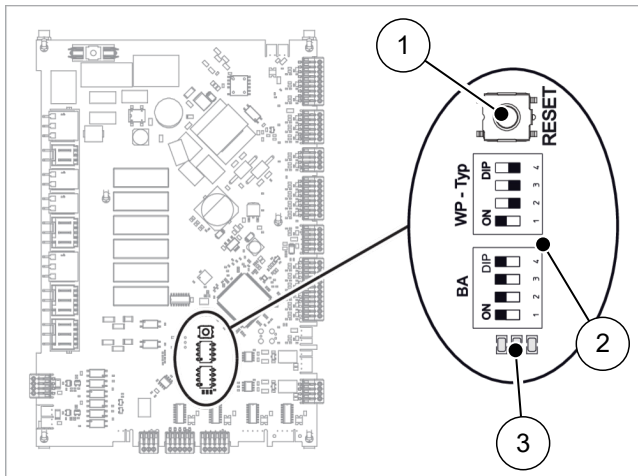

Abb. 51: Leuchtdioden und Reset-Taste auf IWS
Die Bedeutung der Leuchtdioden (siehe → Abb. 51 (2)) auf der IWS ist in der folgenden Tabelle aufgeführt.
Wenn die IWS falsch initialisiert wurde, können mit der Reset-Taste (Abb. 51 (1)) auf der IWS die Einstellungen zurückgesetzt werden.
Einstellung der DIP-Schalter prüfen (Position auf IWS siehe → Abb. 51).